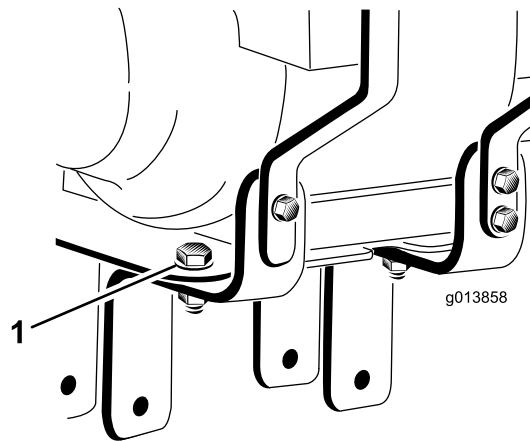

図 3
16. エンジン取り付けブラケットをエンジン取り付けプレートに固定しているボルト2本をゆるめる取り外さないこと 図 3。